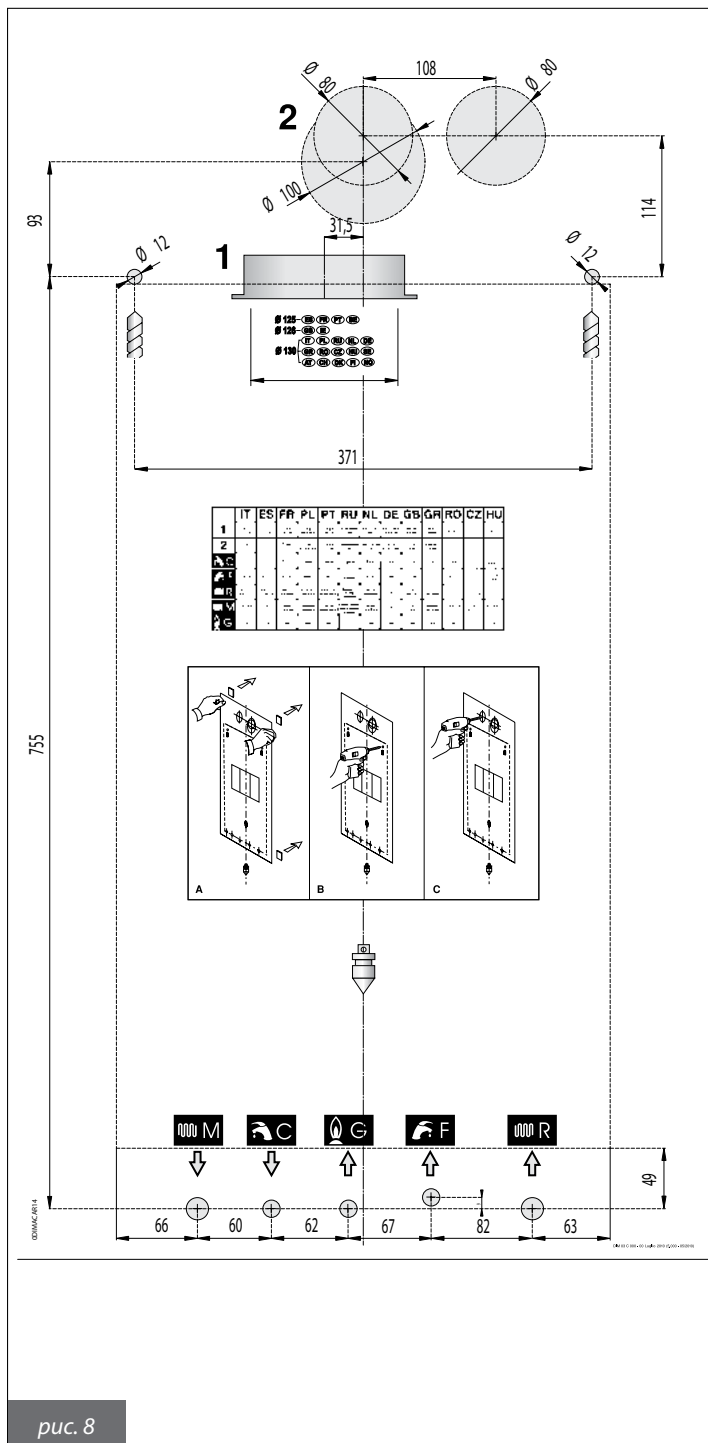

рис. 8
- б) монтажный шаблон (рис.8);